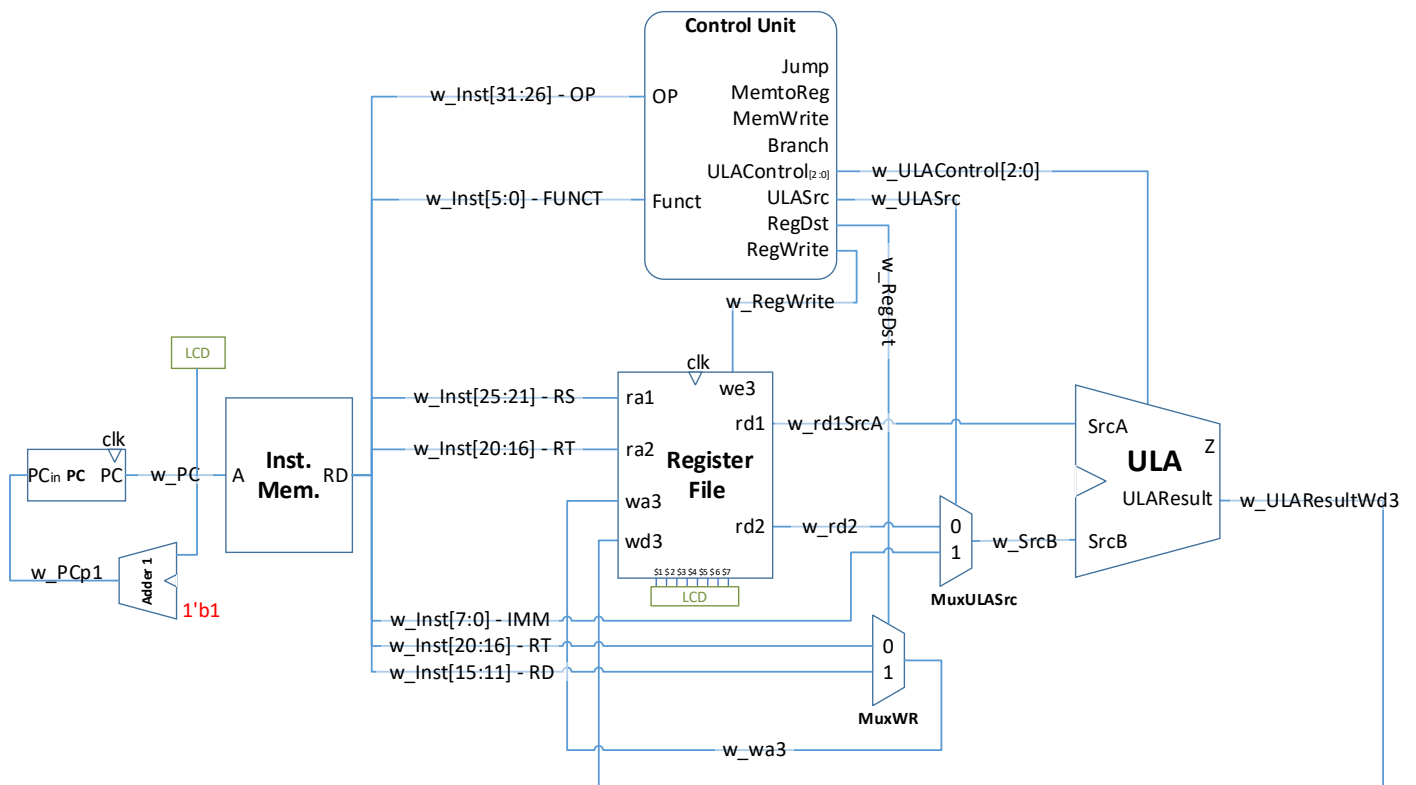

Figura 4 – CPU v0.1
4. A fim de completar a primeira versão da nossa CPU v0.1, todos os módulos desenvolvidos até agora devem ser **instanciados** e **conectados** conforme o circuito da Figura 4.
Os fios utilizados na montagem da Figura 4, estão resumidos na Tabela 5.